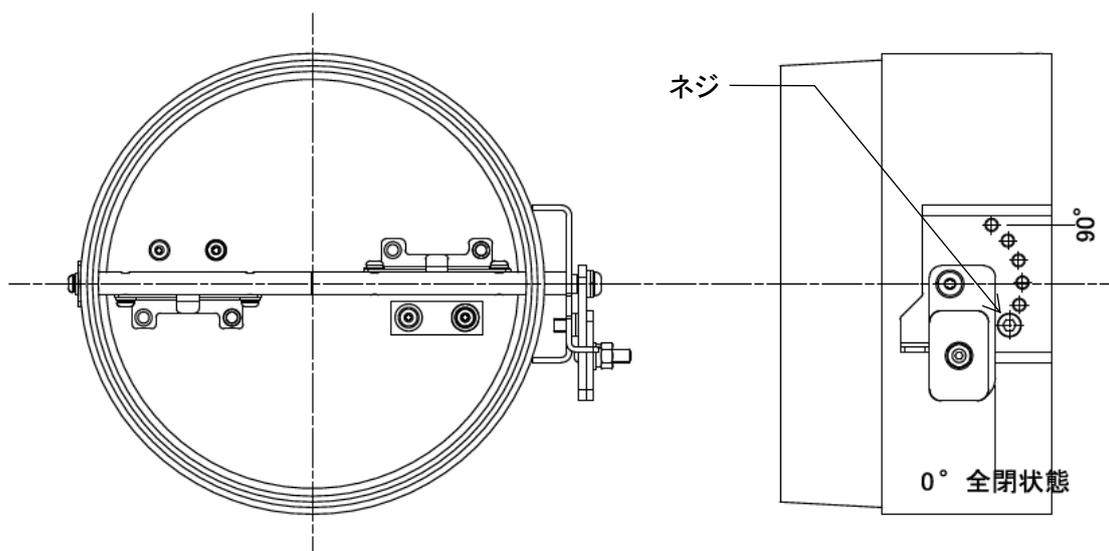

図 9-16
9.3.11 風量調整ダンパー (図 9-16)
- ・ ダンパーの調整角度 (図 9-16) は、調整角度が 0° の時に全閉状態、 90° の時に全開状態になります。